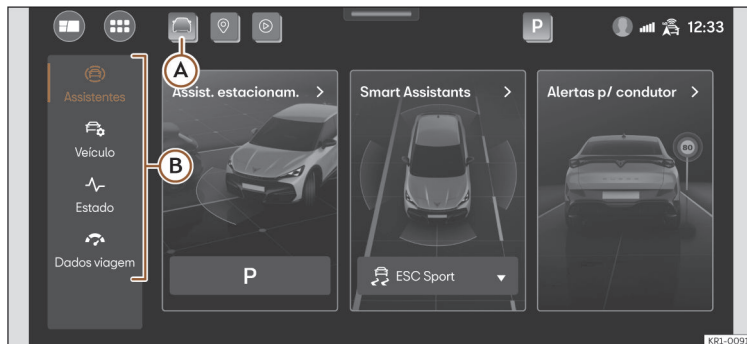

Fig. 13 Representação esquemática: Assistentes e ajustes do veículo.
Pressionando >>> **Fig. 13** (A), ou, no menu principal, **Ajustes do veículo**, abre-se o menu dos assistentes e ajustes do veículo. Em seguida, pressionando um dos menus situados na zona esquerda (B), no ecrã mostra-se o menu de ajustes ou de assistentes selecionado.